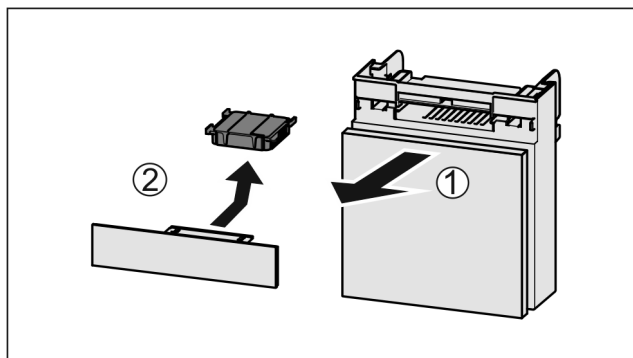

Fig. 136
- Потягніть Fig. 136 (1) відділення вперед.
- Витягніть Fig. 136 (2) фільтр з активованого вугілля.